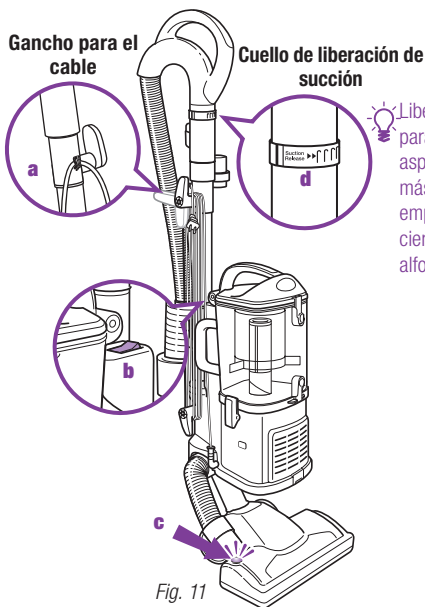

Fig. 11
- 2 Enganche el cable de alimentación en el gancho para el cable (a). (Fig. 11)
- 3 Coloque la llave de encendido (b) en la posición "I" para aspirar pisos lisos (succión únicamente) o en la posición "II" para encender el cepillo eléctrico para pisos (para aspirar alfombras y tapetes). (Fig. 11)
IMPORTANTE: La luz indicadora del cepillo eléctrico (c) se encenderá verde cuando el cepillo eléctrico esté encendido, o rojo si está trabado. (Fig. 11) Esta función está diseñada para proteger la correa permanente que mueve el cepillo eléctrico. Consulte "Verificación de obstrucciones" en la página 43.
- 5 Debido a la gran potencia de succión de esta aspiradora, en algunos casos podría ser necesario ajustar el control de succión del mango. (Fig. 11) Si la aspiradora se vuelve difícil de mover o si levanta los tapetes, ajuste el control de succión girando el cuello 90° en sentido contrario a las manecillas para abrir la válvula. Gire el cuello en sentido horario para cerrar la válvula cuando necesite alta succión y para aspirar pisos.